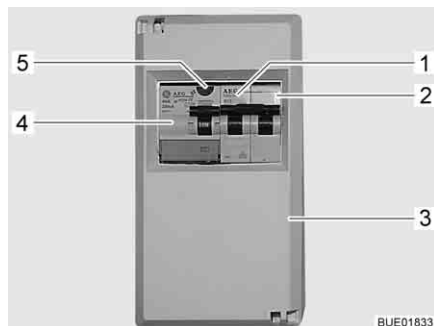

Bild 168 230-V-Sicherungskasten mit Leitungsschutzschalter und FI-Schalter
Ein Fehlerstrom-Schutzschalter (FI-Schalter) (Bild 168,4) im Sicherungskasten (Bild 168,3) sichert das gesamte Fahrzeug gegen Fehlerstrom (0,03 A) ab.
Der nachgeschaltete Leitungsschutzschalter (10 A) (Bild 168,2) sichert die 230-V-Steckdosen, das Stromversorgungsgerät, das Zusatz-Ladegerät und den Kühlschrank ab.
Bei Fahrzeugen mit Sonderausstattung, z. B. einer Klimaanlage, sichert ein zusätzlicher Leitungsschutzschalter (16 A) (Bild 168,1) das Gerät ab.
- Wenn das Fahrzeug an die 230-V-Versorgung angeschlossen ist, die Prüftaste (Bild 168,5) drücken. Der Fehlerstromschutzschalter (FI) muss auslösen.